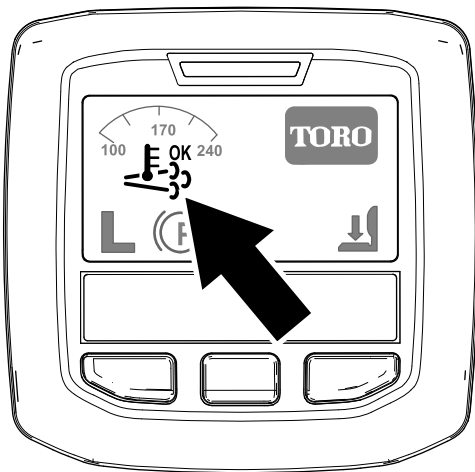

Figura 32
- Aparece el icono de regeneración de asistencia/restablecimiento en el InfoCenter (Figura 32).